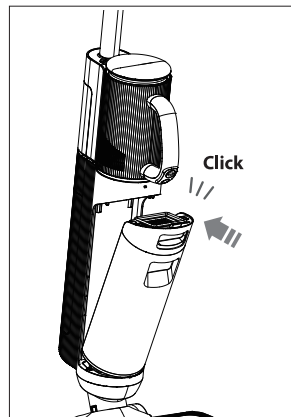

Fig. 11 – Colocación del depósito de agua
- ▶ Introduzca el depósito de agua sucia ligeramente inclinado en la ranura de la parte frontal del aparato y presione el depósito de agua sucia hasta que encaje de forma audible y quede firmemente asentado (**véase Fig. 11**).